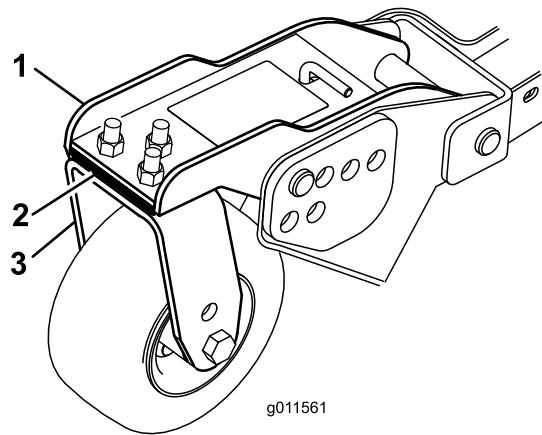

**Figure 74**
1. Desserrez les écrous de blocage en haut ou en bas de l'étrier fileté de la chaîne de hauteur de coupe (Figure 74).